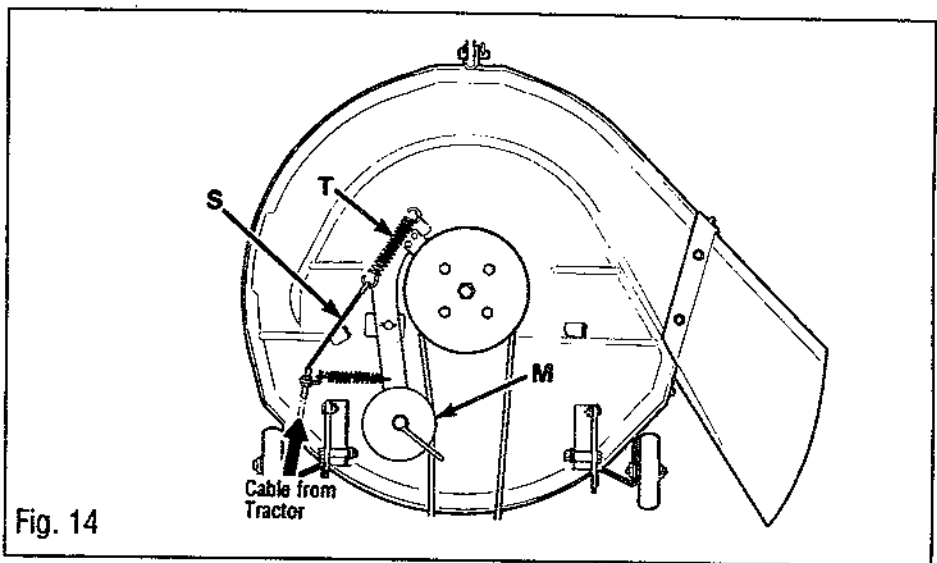
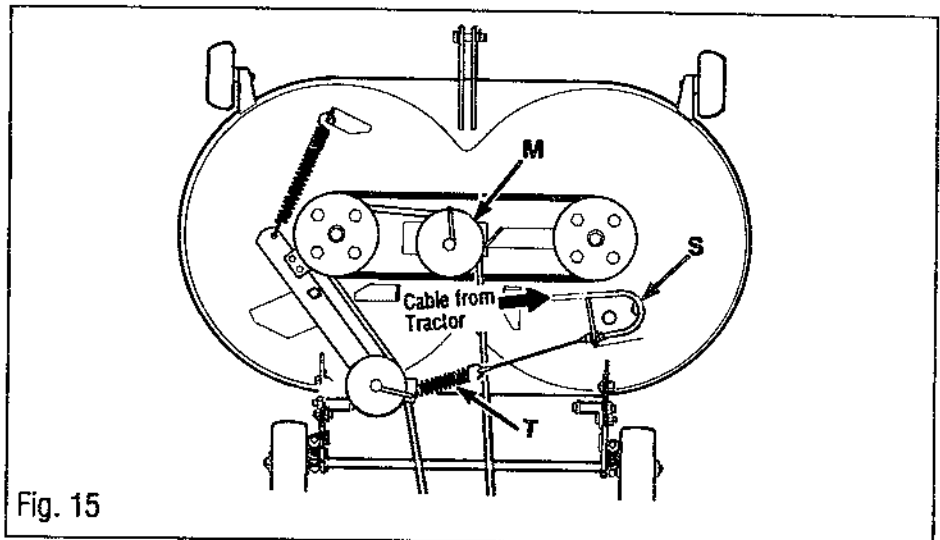
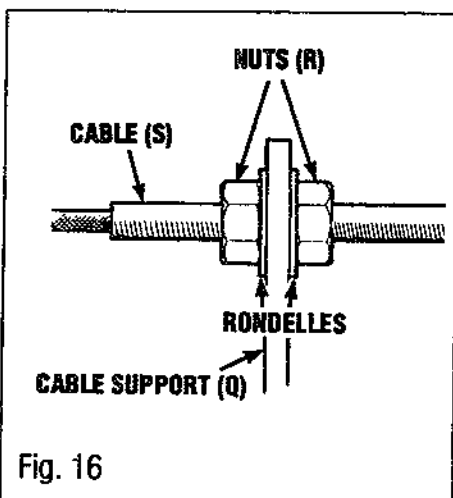

Fig. 14
Fig. 15
Fig. 16
La position de la poulie de tension (M, Fig. 15 et 17) et des barre pivotantes (F, Fig. 13) contrôlent la tension de la courroie. La distance (K, Fig. 13) doit être de 19 cm (7-1/2 po) pour les tondeuses de 84 cm (33 po) et de 18,4 cm (7-1/4 po) pour les tondeuses de 91 cm (36 po). Ajuster la position de la poulie de tension (M, Fig. 15 et 17) en la déplaçant dans son encoche. Si d'autres ajustements sont nécessaires, ajuster la distance (K, Fig. 13) en déplaçant les écrous (E).
**REMARQUE: LA COURROIE D'ENTRAÎNEMENT DE LA TONDEUSE PEUT S'ÉTENDRE ET COMMENCER À PATINER. AVANCER LA TONDEUSE EN DÉPLAÇANT LES ÉCROUS (E) ET AJOUTER DE LA TENSION À LA COURROIE.**
Baisser la tondeuse. Ajuster le câble (S, Fig. 14, 16 et 17) sur les écrous (R, Fig. 16) jusqu'à ce que le fléchissement du câble soit supprimé. **UNE FOIS AJUSTÉ, LE RESSORT (T) NE DOIT PAS ÊTRE EN EXTENSION.**
Baisser la tondeuse. Ajuster le câble (S, Fig. 15 et 16) sur les écrous (R, Fig. 16) jusqu'à ce que le fléchissement du câble soit léger. **UNE FOIS AJUSTÉ, LE RESSORT (T) NE DOIT PAS ÊTRE EN EXTENSION.**